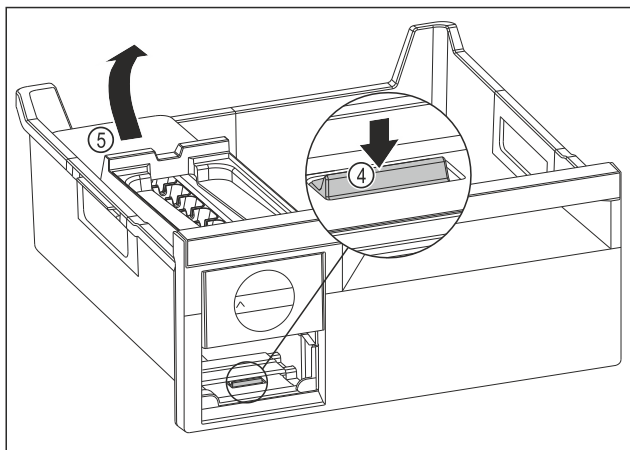

Fig. 171
- Izņemiet EasyTwist-Ice korpusu: Spiediet mēlīti Fig. 171 (4) ar pirkstu uz leju un vienlaikus ar otru roku paceliet EasyTwist-Ice korpusu Fig. 171 (5) no aizmugures.